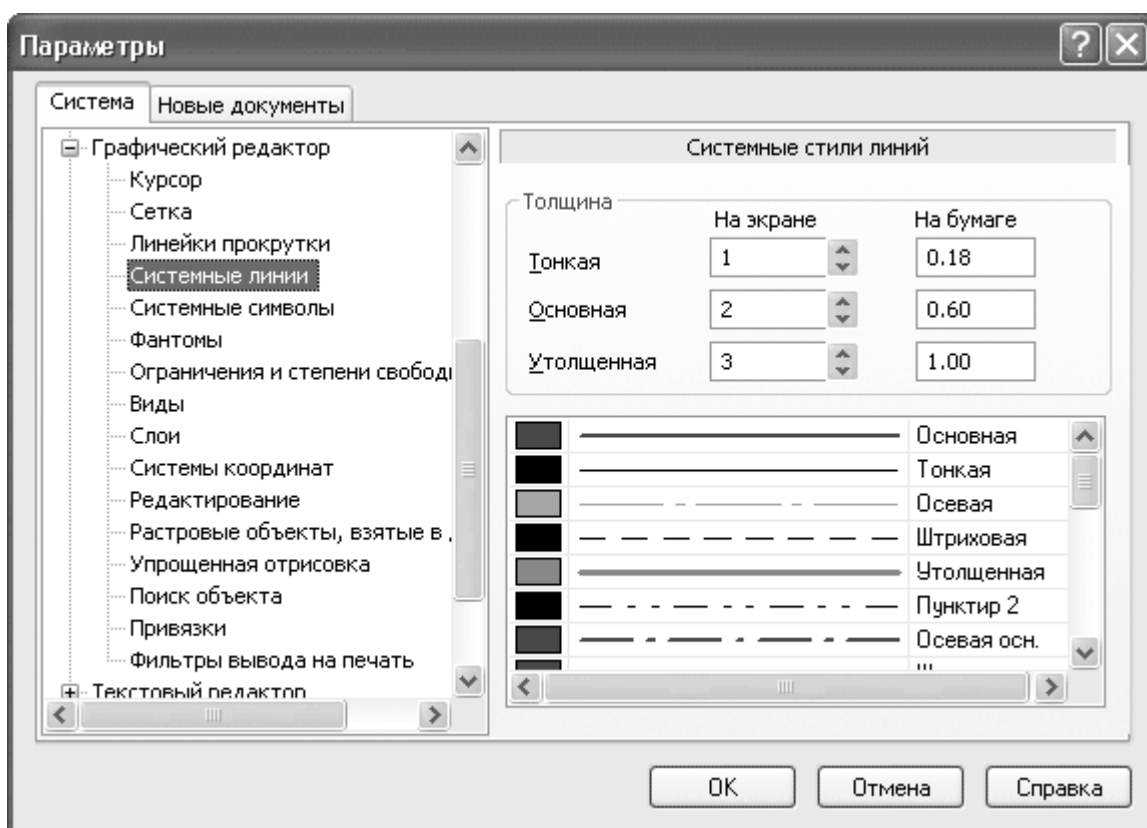

Рис. 1.58. Настройка отображения системных стилей линий
- Системные линии – содержит полный список системных стилей для линий (рис. 1.58). Можно изменять толщину тонких, основных и утолщенных линий, как выводимых на экран (На экране), так и передаваемых на принтер (На бумаге). Кроме того, в этом окне можно выбрать цвет, которым линии определенного стиля будут отображаться в графическом документе;